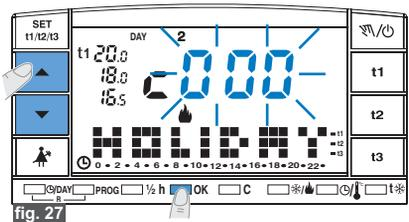

fig. 27
- Premere il tasto **OK** per confermare (fig. 27).